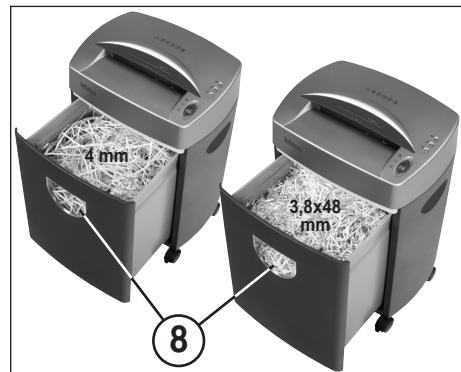

Рис. 3
ПРИЕМНОЙ КОРЗИНЫ (рис. 3):
Когда измельченный материал виден в контрольном окне индикации заполнения (8) (рис. 3), необходимо опорожнить приемную корзину.